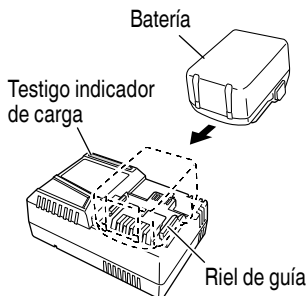

Fig. 7
2. Inserte la batería en el cargador de baterías. Inserte la batería en el cargador de baterías como muestra en la Fig 7.